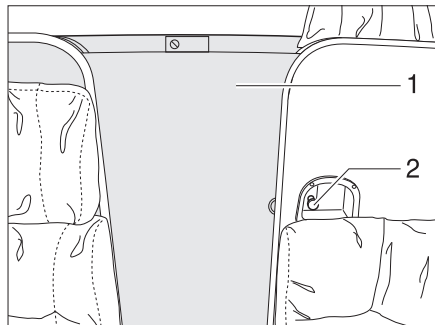
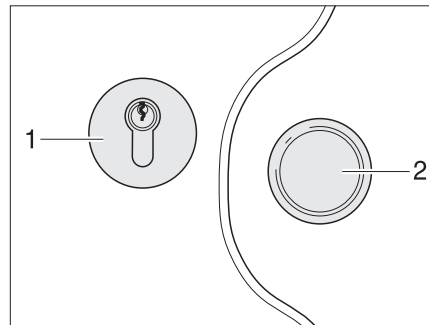

Fig. 45 Séparation pour la cabine de conduite
Fig. 46 Serrure de la cabine de conduite
- Déverrouiller la porte (Fig. 45,1) et la fermer.
- Faire tourner la poignée (Fig. 45,2) dans le sens inverse des aiguilles d'une montre jusqu'à ce que la porte soit verrouillée.
- Faire tourner la poignée (Fig. 45,2) dans le sens des aiguilles d'une montre jusqu'à ce que la porte soit déverrouillée.
- Ouvrir la porte (Fig. 45,1) et la verrouiller.
- Déverrouiller la porte (Fig. 45,1) et la fermer avec la poignée (Fig. 46,2).
- Insérer la clé dans le barillet (Fig. 46,1) et la tourner dans le sens des aiguilles d'une montre jusqu'à ce que la porte soit verrouillée.